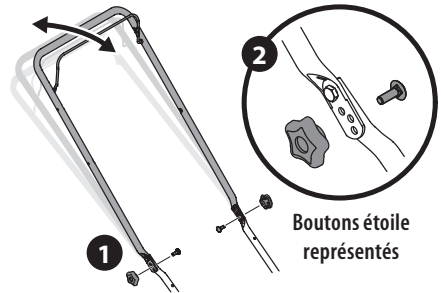

Figure 17
1. Retirez les deux boutons étoile ou les deux écrous papillon et les boulons de carrosserie du guidon (Figure 17).
2. Placez le guidon dans une des trois positions (Figure 17).